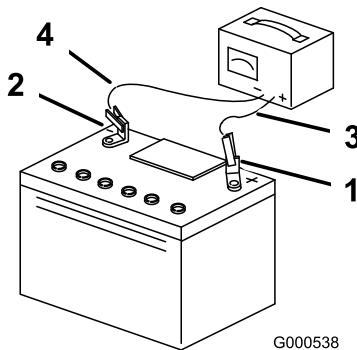

Figura 46
3. Cuando la batería esté completamente cargada, desconecte el cargador de la toma de electricidad, luego desconecte los cables del cargador de los bornes de la batería (Figura 46).